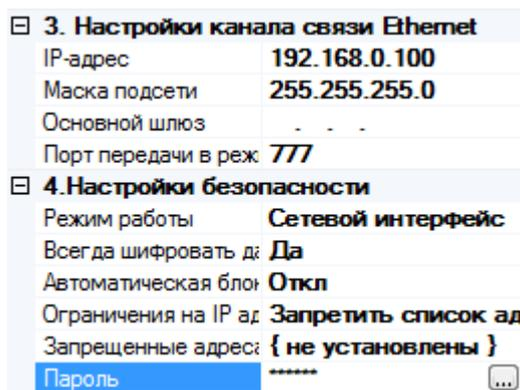

Рис. 11
- В ПО «Стрелец-Мастер» в дереве устройств выберите настраиваемый сервер доступа WEB-И и в панели «Свойства» укажите режим работы – сетевой интерфейс (Рис. 11).
- В дереве устройств выберите настраиваемый сервер доступа WEB-И и установите нужные параметры на панели «Свойства», расположенной справа. Для функционирования устройства необходимо задать пароль в соответствующем поле (Рис. 11).